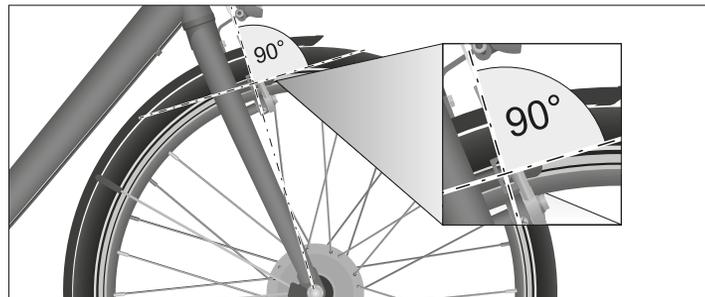

Abb.: W-4 Der Bremsklotz ist mittig zur Felgenflanke und senkrecht zum Radius des vorderen Laufrades ausgerichtet.
5. Prüfen Sie, ob die Bremsklötze mittig auf der Felgenflanke reiben und senkrecht zum Radius des Vorder- bzw. des Hinterrades stehen (siehe Abb.: W-4).